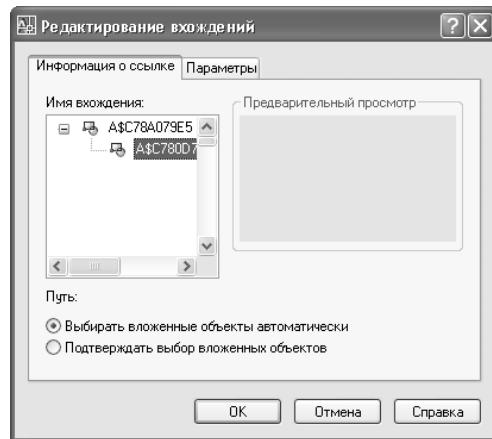

Рис. 13.35 ▼ Диалоговое окно
9. В появившемся окне **Редактирование вхождений** (Reference Edit) на вкладке **Информация о ссылке** (Identify Reference) будет выделен объект с автоматически созданым AutoCAD именем, как показано на рис. 13.35 (объект, который находится на верхнем уровне иерархии, – это исходный блок, который находится на листе **Формат А2**).